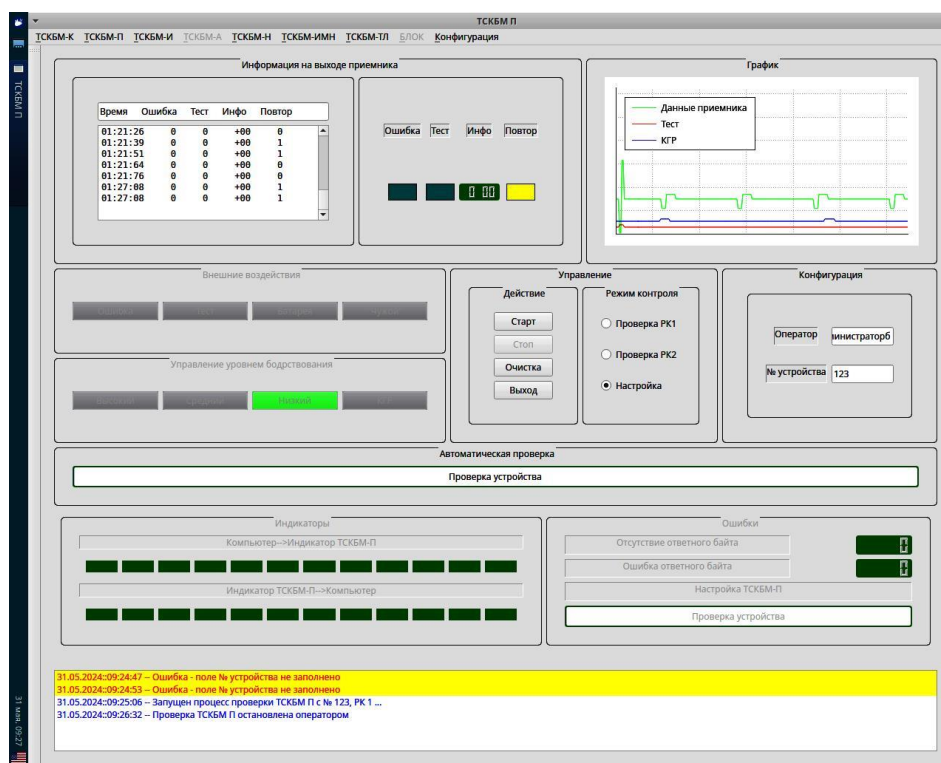

Рисунок 3.2.3.8 - Окно проверки прибора ТЛ-ТСКБМ 2,4 ГГц с технологическим двухдиапазонным ТСКБМ-П
4) Запуск программы проверки. В меню «Испытания» (рисунок 3.2.1.3) откройте пункт, соответствующий проверяемому прибору: «ТСКБМ-П \ ТСКБМ-П». Должен загореться индикатор 29 «П» на блоке ТИ-ТСКБМ и индикатор «КИК РК.1» на блоке ТС-ТСКБМ (по умолчанию), а на экране должно появиться окно проверки прибора ТСКБМ-П (рисунок 3.2.3.8).